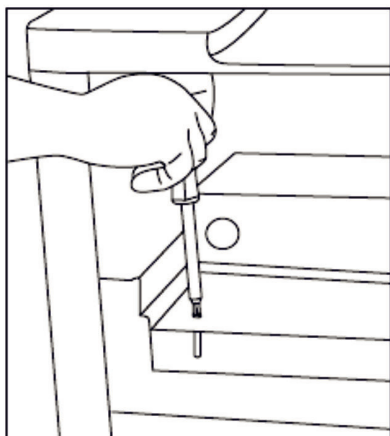

Рис. 3
2. Снимите защиту от щепок, открутив винты (Рис. 3)